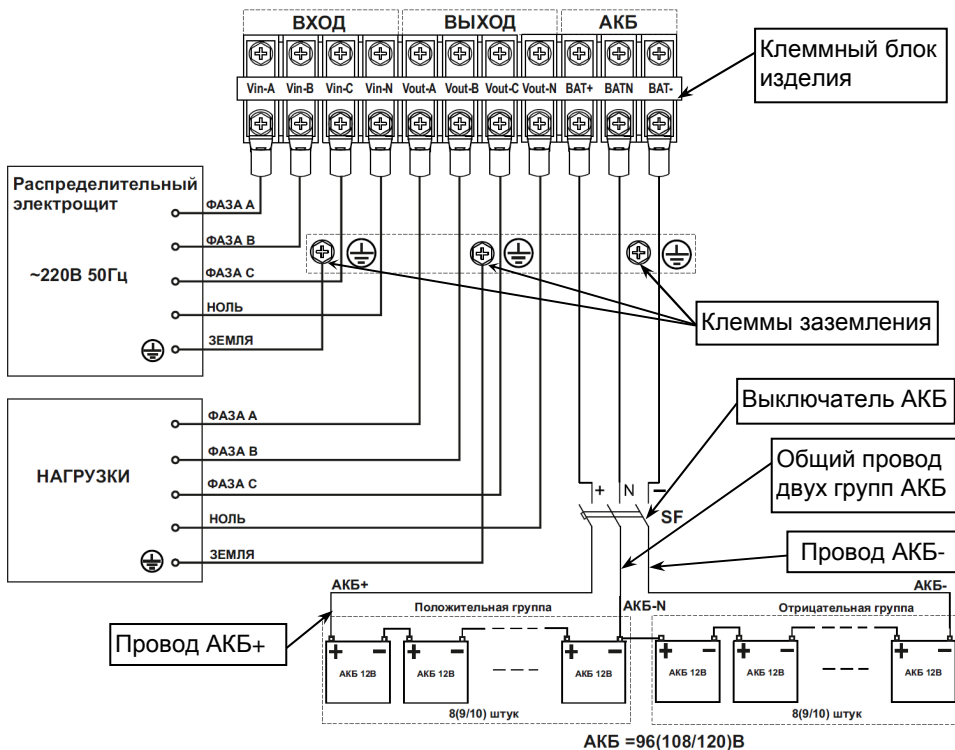

Рисунок 23 — Схема подключения изделия и монтажа аккумуляторной батареи.
Между АКБ и изделием должен быть подключен автоматический выключатель постоянного тока (SF, на номинальный ток 125А, см. рисунок 23).
- подключение кабелей к клеммному блоку следует выполнять в соответствии со схемой (см рисунок 23) и маркировкой, нанесенной на клеммном блоке изделия;
- подключить провода заземления кабелей подключения питающей сети и нагрузки к клеммам заземления (см. рисунок 23);
- Включите защитный автоматический выключатель АКБ (SF) (см. рисунок 23), подождите около 30 секунд;